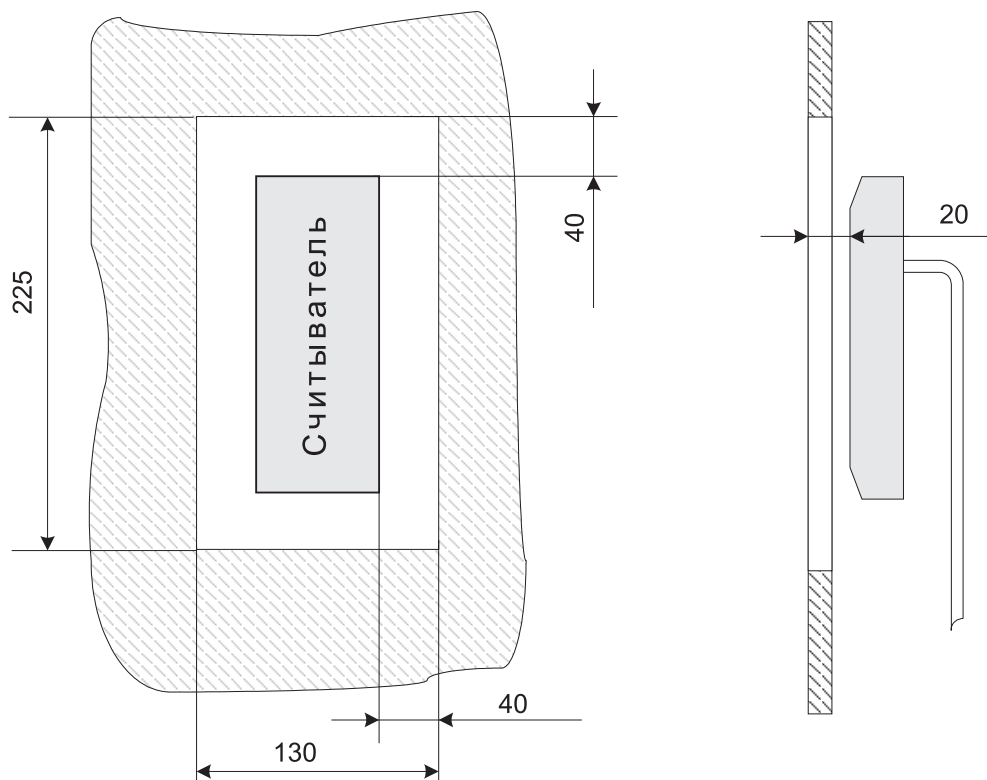

Рис. 1. Установка считывателя за металлической поверхностью
- При установке считывателя за металлической поверхностью, в ней необходимо вырезать окно, напротив которого, равноудалено от краев окна, и устанавливается считыватель (см. рис. 1), при этом размеры окна должны быть не менее 225×130 мм. Само окно может быть закрыто неметаллической вставкой (например, из пластмассы), а считыватель может быть утоплен вглубь окна на расстояние не более 20 мм от внешней стороны металлической поверхности — дальность считывания кода при таком способе монтажа считывателя уменьшается на 30 - 50%;